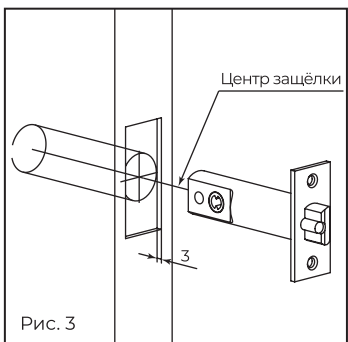

Рис. 3
1. отметьте на торце двери центральную точку (рис. 3) там, где хотите установить защелку;
4. выньте защелку и стамеской на 3 мм углубите паз под лицевую планку защелки (рис. 3).